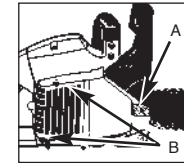

Bild. 17A
1. Entfernen Sie die 2 Befestigungsmuttern der Schiene (A) und lösen Sie die 2 Schrauben (B), die die Abdeckung der Kettenbremse festhalten (Bild. 17A).